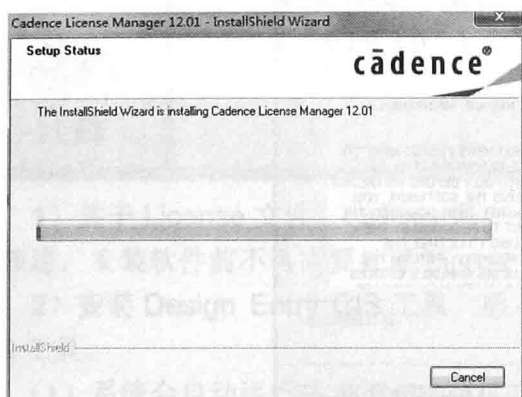
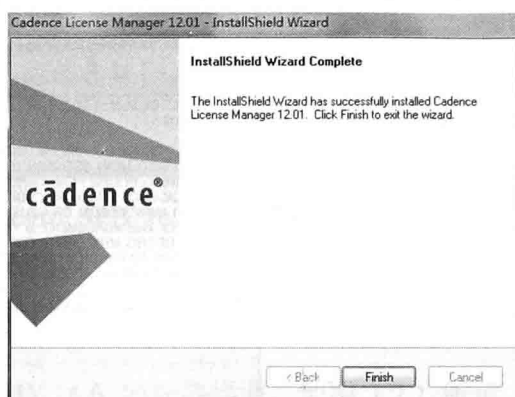

图 1.2.8 “Setup Status”对话框
图 1.2.9 “InstallShield Wizard Complete”对话框
(5) 单击“Install”按钮, 出现“Setup Status”对话框, 如图 1.2.8 所示。安装完成后, 出现“InstallShield Wizard Complete”对话框, 如图 1.2.9 所示。单击“Finish”按钮即可。